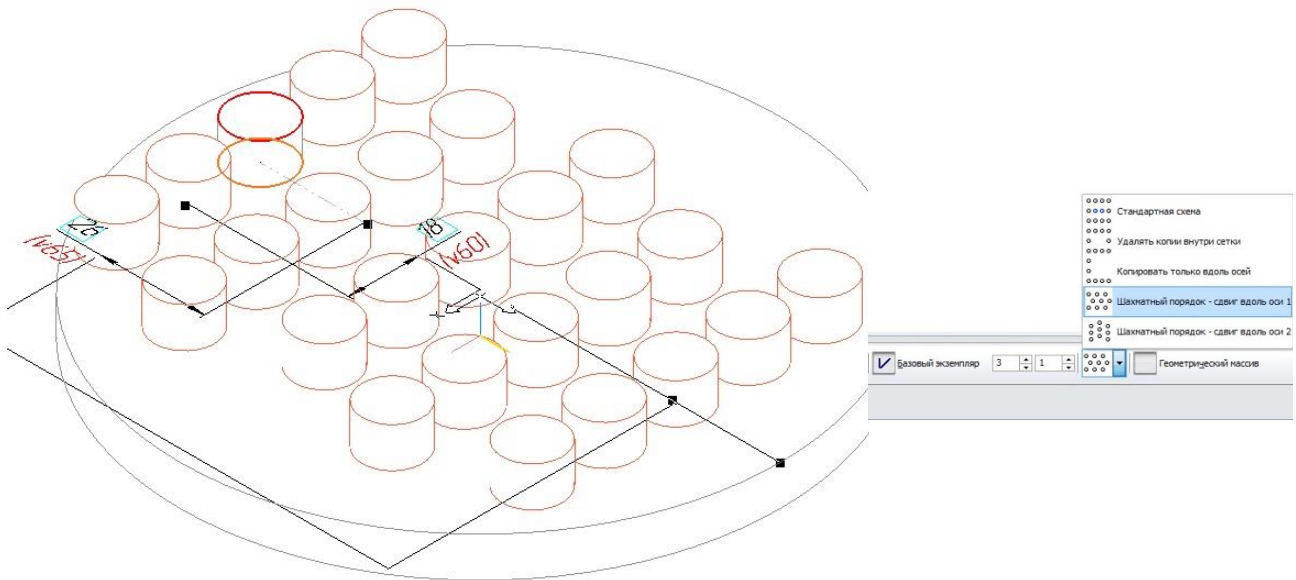

Рисунок 13 – Пример
- шахматный порядок: сдвиг вдоль оси 1 (рисунок 13);